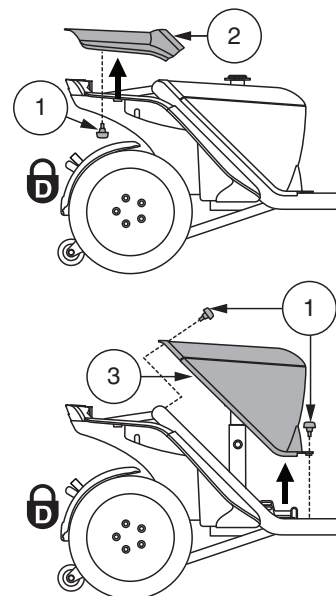

Figura 11. Rimozione/installazione della scocca della batteria
1. Rimuovere il sedile e la scocca posteriore. **Vedere figura 11.**
- a.) Sollevare la scocca posteriore togliendo le due (2) viti che la fissano al telaio del PMV e poi sollevare la scocca verso l'alto ed allontanarla dal PMV. **Vedere figura 11.**
- b.) Sollevare la scocca del pacco batterie togliendo le quattro (4) viti che la fissano al telaio del PMV e poi sollevare la scocca verso l'alto ed allontanarla dal PMV. **Vedere figura 11.**